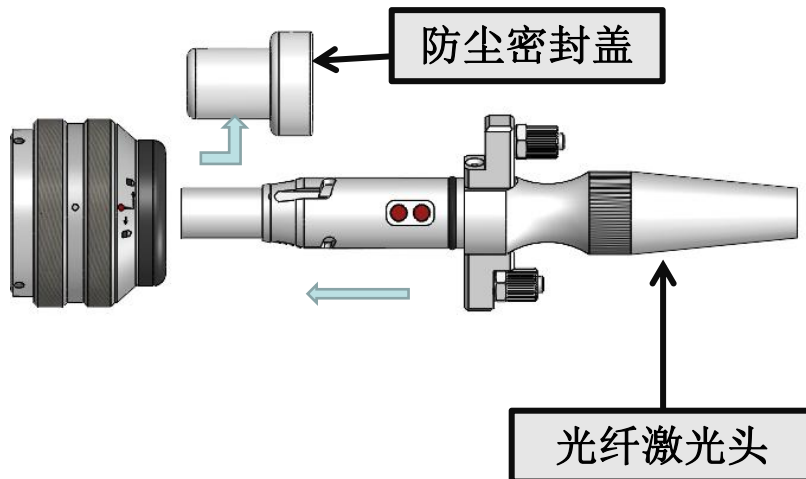

图1.6
① 将准直头水平放置，取下头子上的白色帽子与静电贴，取出防尘密封盖，如下图1.6所示：